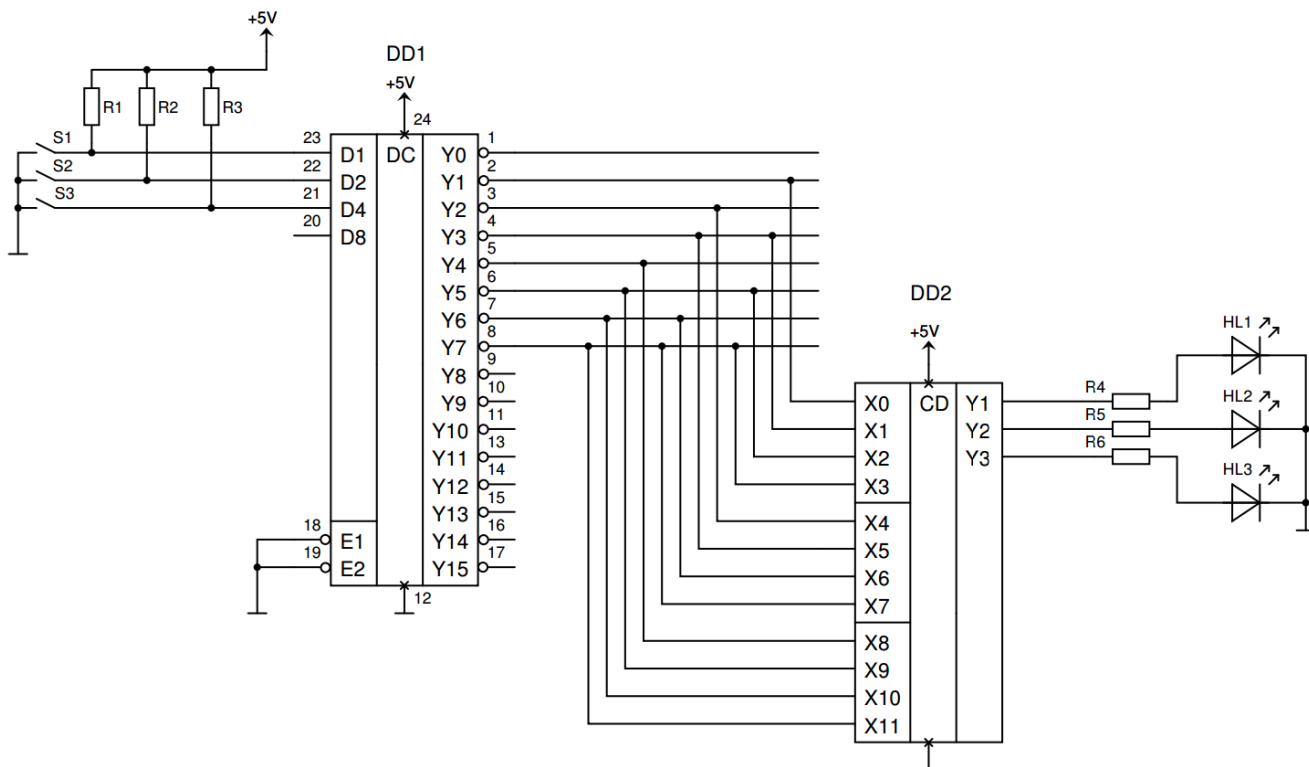

Рисунок 5 – Схема проверки шифратора
3. Собрать схему разработанного шифратора и подключить его в соответствии со схемой опыта (рисунок 5).